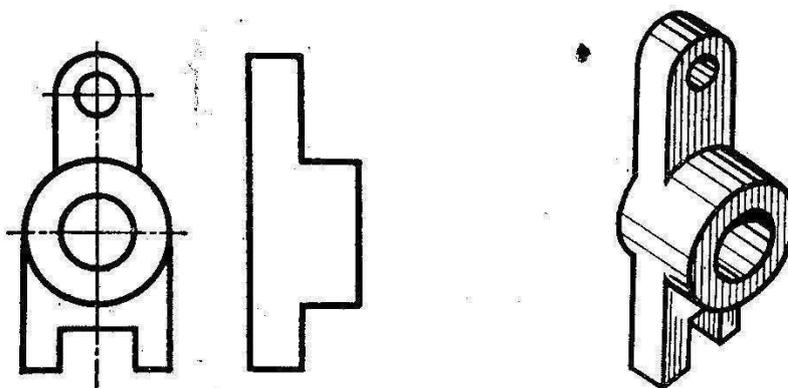

Рис. 2
2. Руководствуясь рисунком и используя кальку, дочертите главный вид детали. На месте вида слева выполните профильный разрез (рис. 2). Отверстия сквозные.